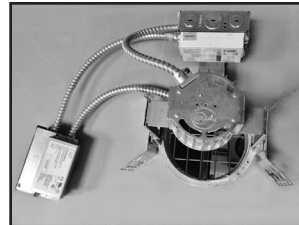

Figura 11.
6. Coloque la unidad del controlador adaptador lejos de la abertura del techo/alojamiento y ponga el controlador hacia arriba (Figura 11).